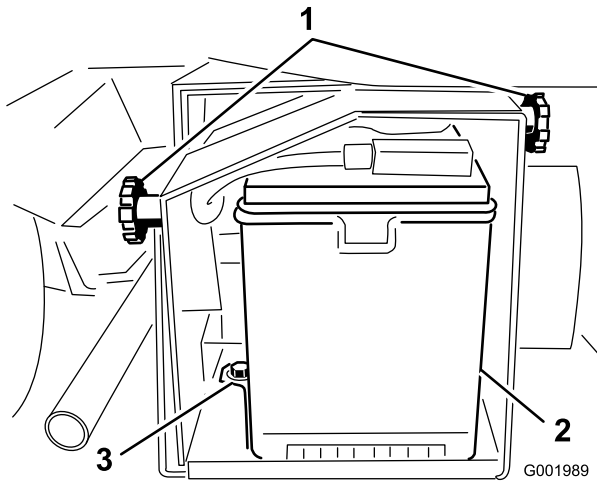

Figura 54
2. Desaperte os manípulos na parte lateral da caixa da bateria e retire a cobertura da bateria (Figura 54).
5. Retire as fixações e os fechos da bateria (Figura 54).
2. Coloque a fixação da bateria, assim como os fechos que retirou anteriormente (Figura 54).
4. Coloque a cobertura da bateria e aperte-a com os 2 manípulos (Figura 54).
1. Desaperte os manípulos na parte lateral da caixa da bateria e retire a cobertura da bateria (Figura 54).